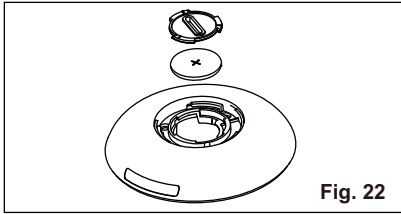

Fig. 22
- 3.** În același mod deschideți capacul de protecție de la interior și scoateți bateria. (Fig. 22)